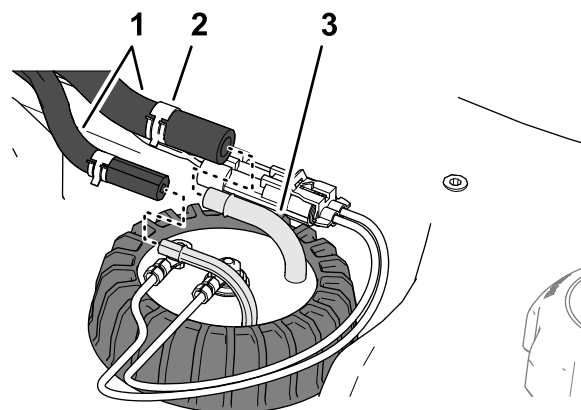

Figura 125
4. Mueva las abrazaderas que sujetan las mangueras a los acoplamientos del sensor de combustible hacia dentro, y retire las mangueras de los acoplamientos (Figura 125).